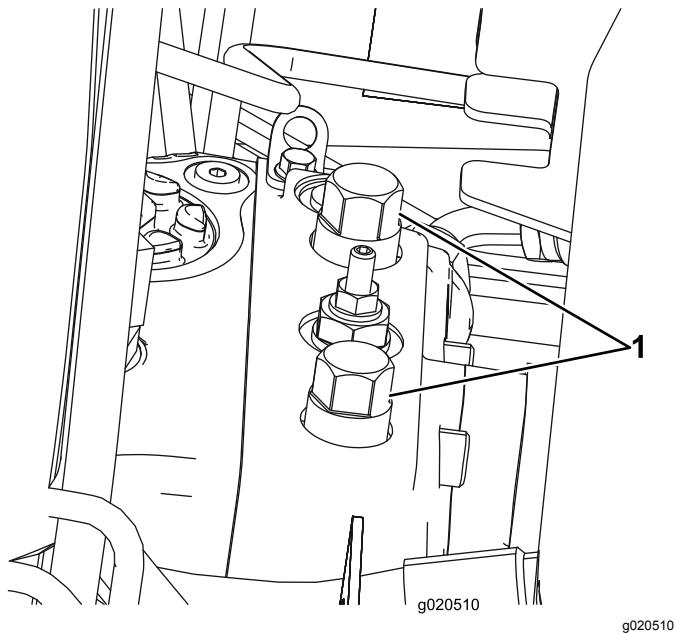

Figura 43
1. Levante el capó y localice las válvulas de desvío (Figura 43) en la parte superior de la bomba, detrás de la batería/cajas de almacenamiento.